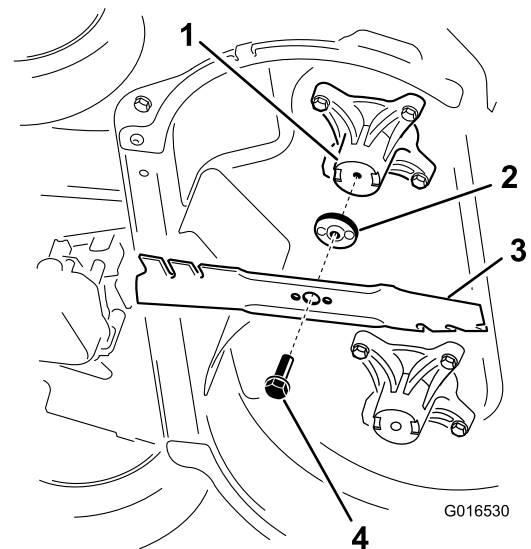

Figure 44
2. Déposez chaque lame comme montré à la Figure 44.
1. Posez la première lame de sorte qu'elle soit horizontale, avec toutes les fixations comme illustré à la Figure 44.